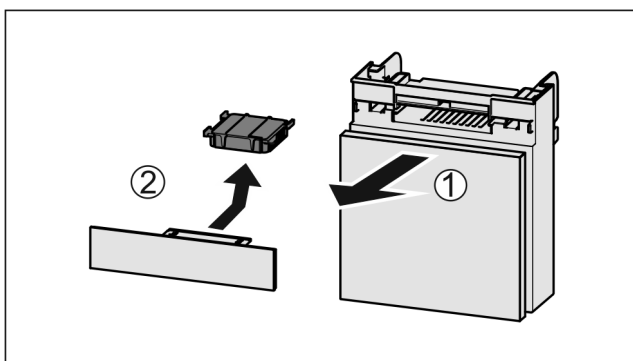

Fig. 186
- Extrageți Fig. 186 (1) compartimentul către înainte.
- Scoateți Fig. 186 (2) filtrul de cărbune activ.